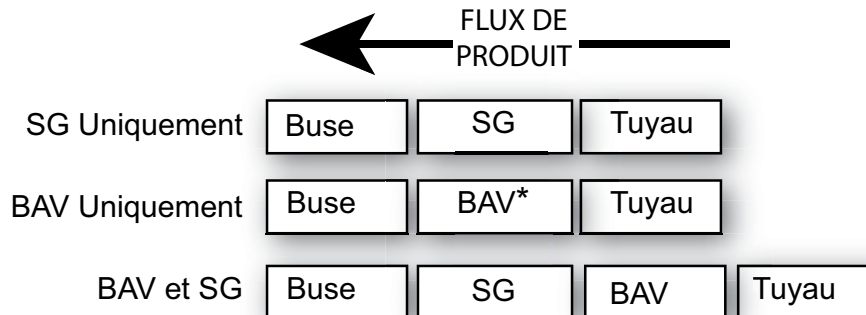

Figure 1 - Ordre d'installation
4. Reportez-vous à la figure 1 pour connaître l'ordre d'installation des pièces d'accouplement. Si cet ordre n'est pas respecté, les conditions de sécurité ne seront pas pleinement assurées.